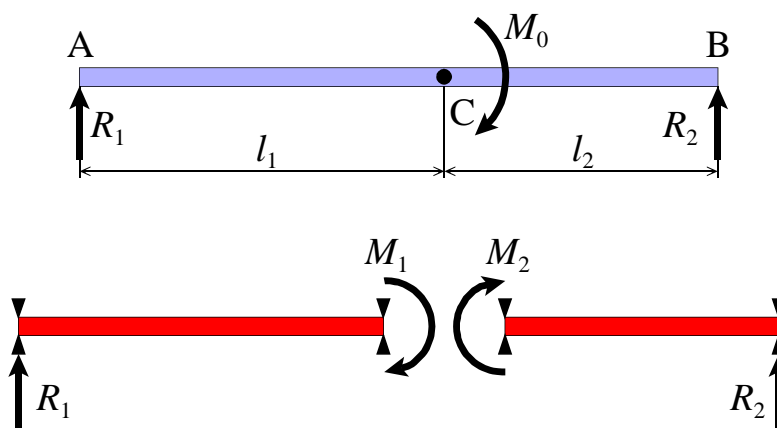

図 11: 集中モーメント M_0 を受けるはりの点 C での分割
反力を求める際に、式 (14) のように書きました。これをもう少し砕いて考えます。まず、モーメント M_0 を $M_0 = M_1 + M_2$ と表し、点 C ではりを切断して回転支持点をつけます。左のはりにはモーメント M_1 が、右のはりには M_2 が作用しているとして考えます。これは、例題 1 で考えたことをモーメントで考えることになります。図 11 を参照してください。